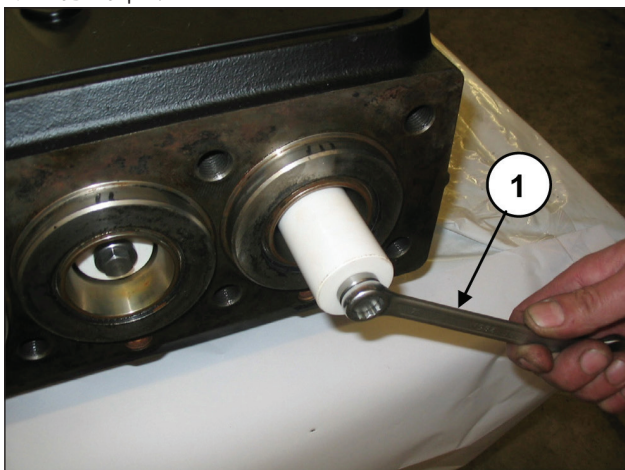

Рис. 121
Демонтируйте поршни, открутив крепежные винты (поз. ①, Рис. 121).